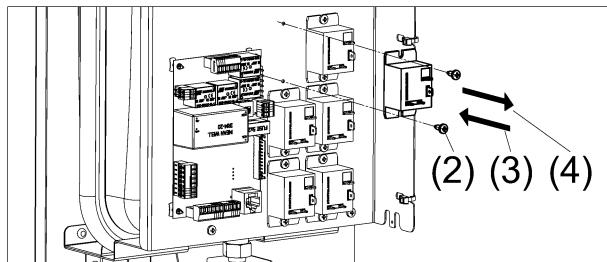

Рисунок 16. Замена реле
- (1) Отсоедините все провода от реле, которое нужно заменить (см. рис. 16);
- (2) Открутите крестовой отвёрткой два самореза, фиксирующие реле;
- (3) Снимите реле;
- (4) Установите новое реле взамен прежнему;
- (5) Подсоедините отсоединеные провода.